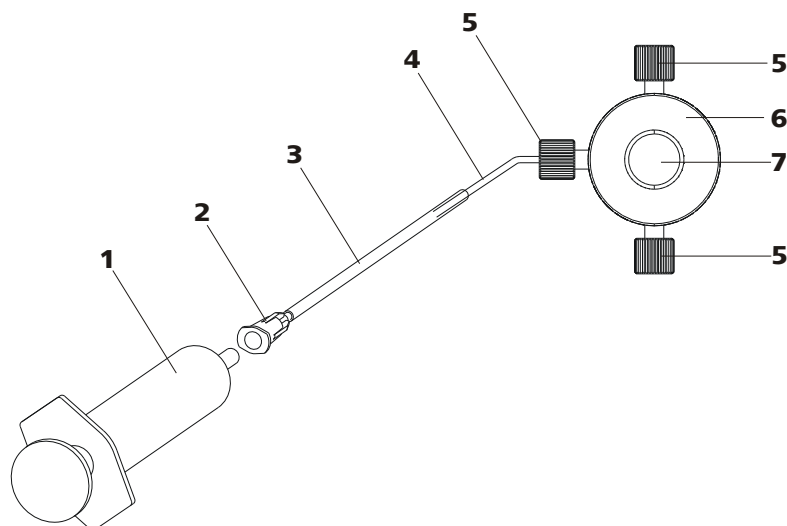

Abbildung 22 Hochdruckpumpe entlüften
Entlüften Sie die Hochdruckpumpe wie folgt (*siehe Abbildung 22, Seite 42*):
- Spritze (22-**1**) in den Luer-Anschluss (22-**2**) der Purge-Kanüle stecken (siehe Abbildung 22, Seite 42).